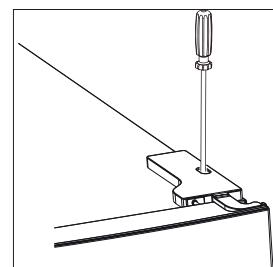
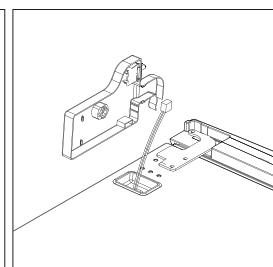

Fig. 1
Fig. 2
- ▶ Dévissez la vis de maintien du cache-charnière (1) avec un tournevis cruciforme (fig. 1) et retirez légèrement le cache (fig. 2).
- ▶ Appuyez ensuite sur le déverrouillage de la fiche du câble tout en la débranchant de la prise sur le cache-charnière (1).
- ▶ Retirez intégralement le cache-charnière (1).